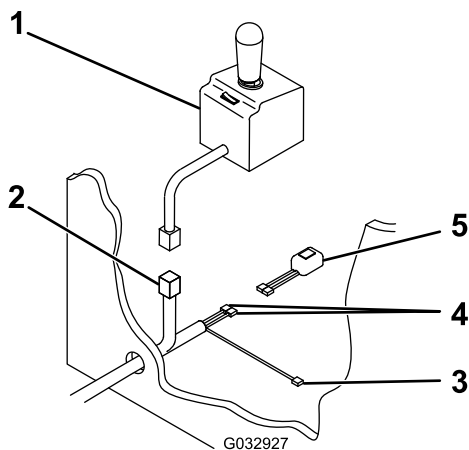

Figura 1
12. Pase el conector del controlador del quitanieves, el cable negro/rojo y los 2 cables negros a la cabina del vehículo a través del orificio de la mampara (Figura 1).
13. Conecte los 2 cables negros al interruptor basculante de los faros (Figura 1).